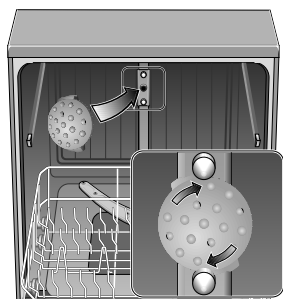

Figure 16/Illus. 16
1. Insert the Sprinkler into the upper rack spray outlet at the back of the dishwasher tub as shown in Figure 16, and turn the Sprinkler clockwise.
1. Insérer la tête gicleur dans la sortie gicleur du panier supérieur à l'arrière de la cuve du lave-vaisselle comme à la figure 16 et tourner la tête dans le sens horaire.
1. Encaje la Boquilla Regadera en la salida de agua del estante superior en la parte trasera de la tina de la lavadora como indica la Ilustración 16 y dele vuelta a la Boquilla Regadera en el sentido del reloj.